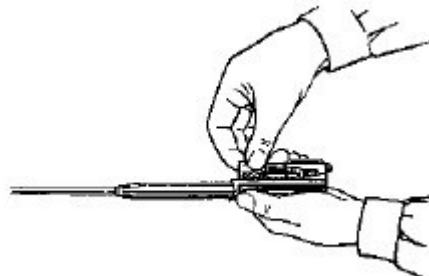

Рис. 7. Отделение затвора от затворной рамы
7) *Отделить затвор от затворной рамы.* Взять затворную раму в левую руку затвором кверху (рис. 7), правой рукой отвести затвор назад, повернуть его так, чтобы ведущий выступ затвора вышел из фигурного выреза затворной рамы, и вывести затвор вперед.